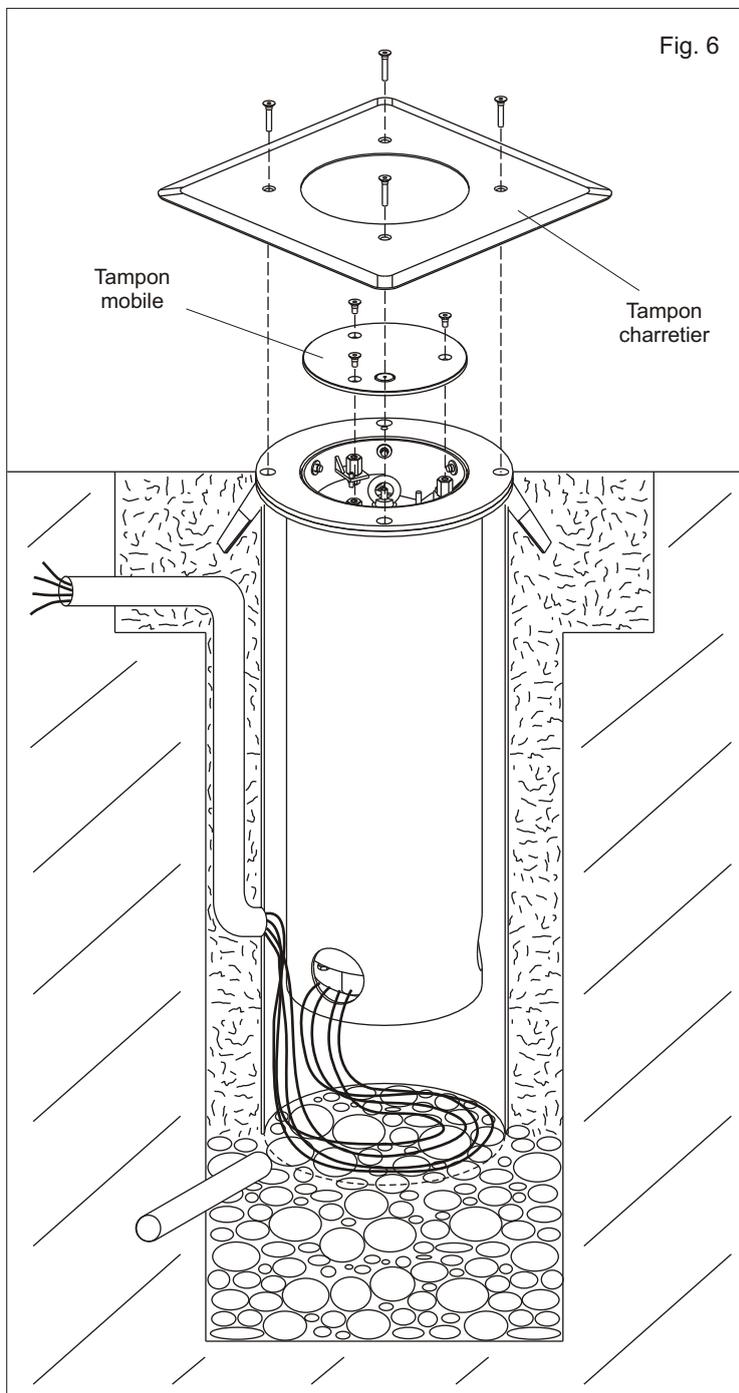

Fig. 6
2.3. Porter la borne en feuillure avec la plaque de fondation et faire attention que les câbles électriques sont étendus sur le fond du tube. (Fig. 6)
2.4. Fixer la borne à la plaque de fondation avec le tampon charretier et les 4 vis en dotation (Fig. 6).
Successivement monter le tampon mobile. (Fig. 6)